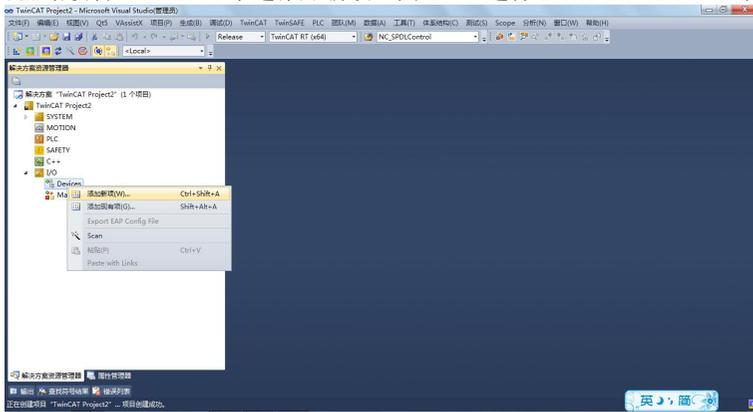
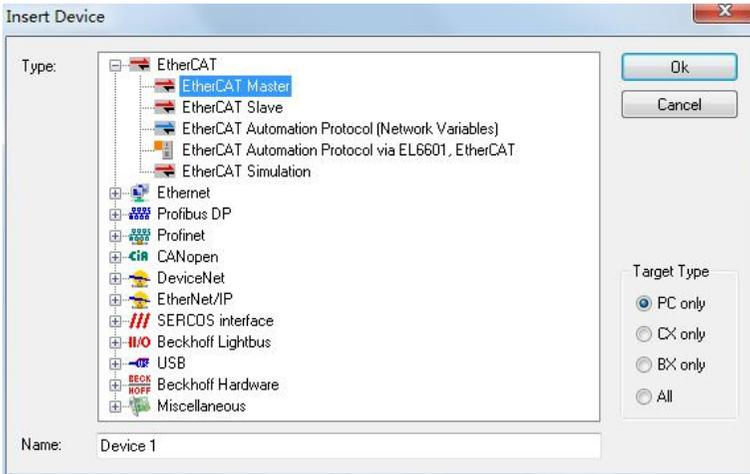

图 4
图 5
5、添加主站设备，Devices 下添添加新项（图 4），选择 EtherCAT Master（图 5）。